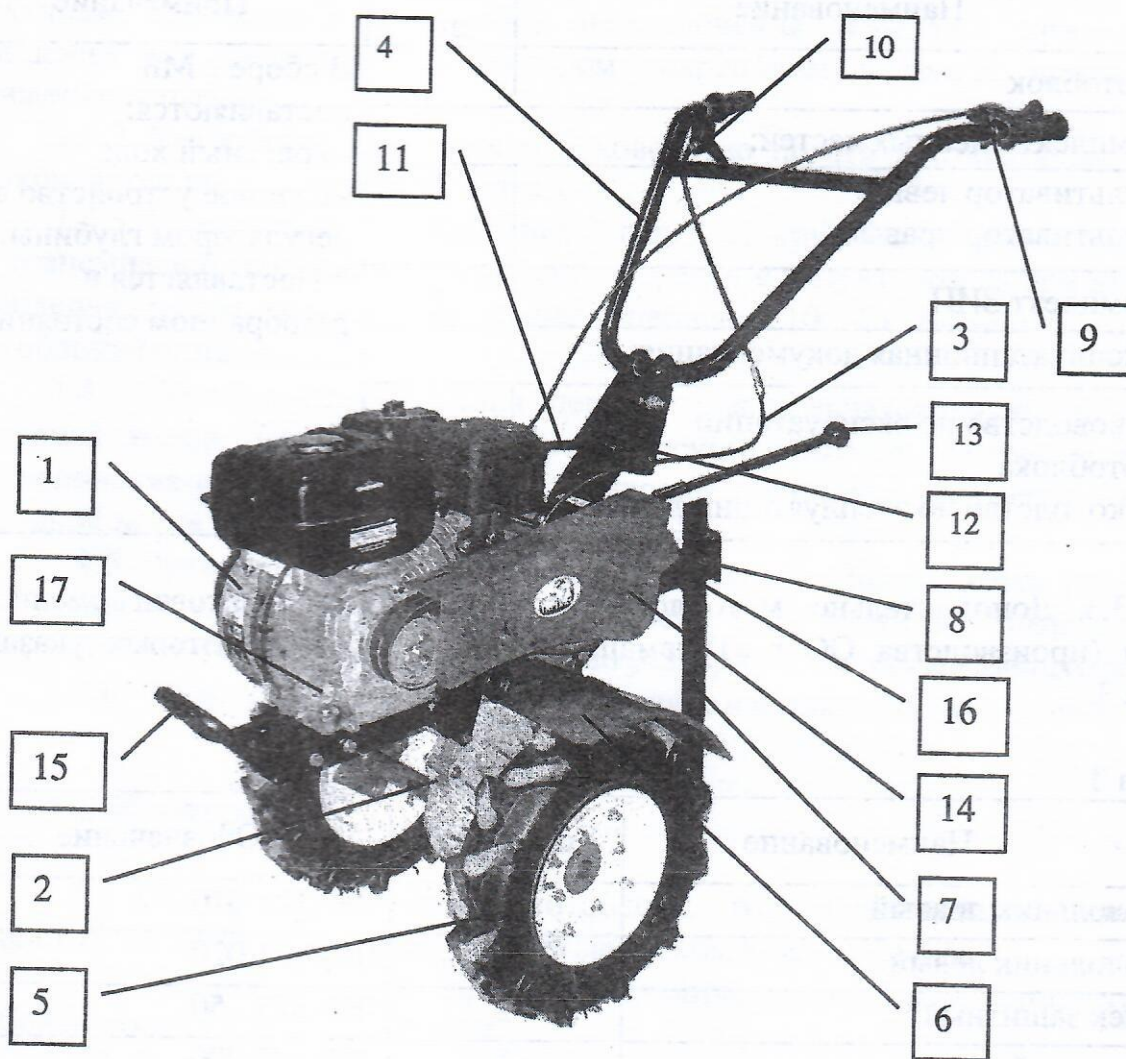

Рисунок 1-Мотоблок «Гарпан 07-02»
1.3.1 Основными узлами мотоблока являются (рисунок 1):
1.4.1 Принцип действия мотоблока: от двигателя 1 (рисунок 1) через механизм сцепления 3 и коробку переключения передач 2 приводится во вращение вал редуктора, на котором закреплены колеса 5, приводящие в движение мотоблок.
1.5.3 Заводской номер мотоблока указан на заднем кронштейне поз. 16 (рисунок 1).